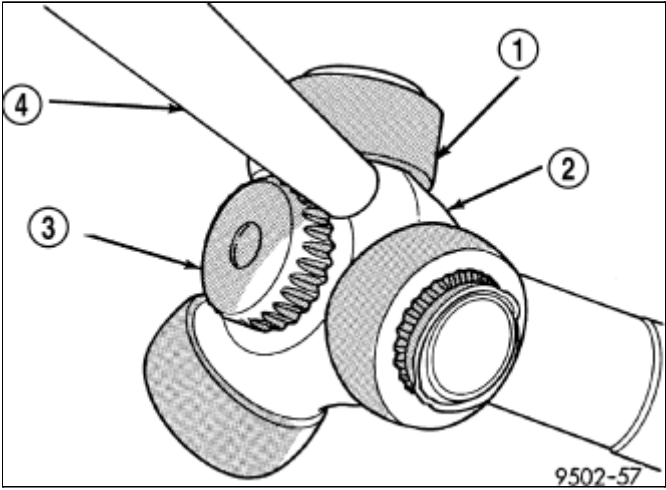

图 3 互连轴上安装十字轴总成
3. 如果用手不能将十字轴总成（2）\(图 3\)完全安装到互连轴上，可以用铜冲头敲打十字轴体的方式安装。